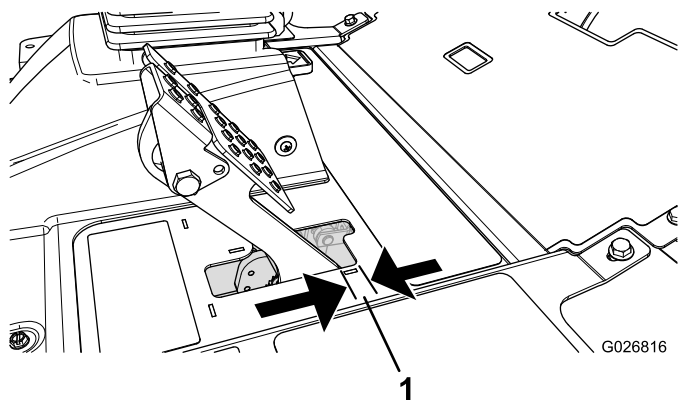

Figura 64
Ajuste los frenos si el pedal de freno tiene más de 2,5 cm de holgura (Figura 64), o cuando se necesite más fuerza para frenar. La holgura es la distancia que recorre el pedal de freno antes de notarse una resistencia de frenado.
2. Apriete la tuerca trasera para mover el cable hacia atrás hasta que los pedales de freno tengan una holgura de 0,63 a 1,27 cm (Figura 64) antes de bloquearse las ruedas.